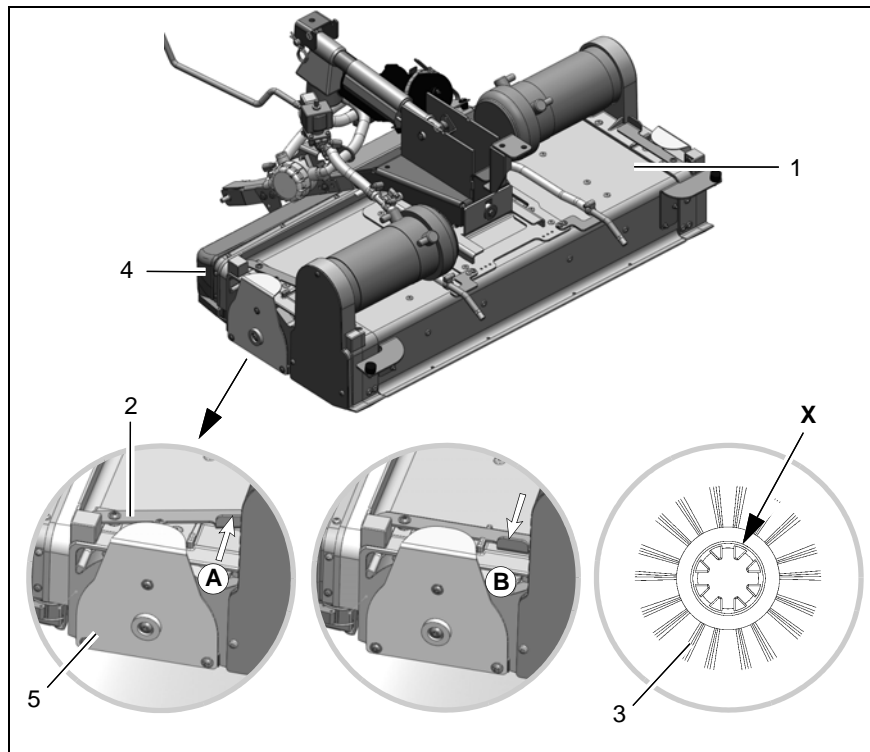

fig. 26
Sortir et vider le bac à déchets (fig. 26/5) quotidiennement ou en cas de besoin.
Contrôler toutes les semaines l'usure des brosses (fig. 26/3) dans la tête de brosses en rouleau (fig. 26/1) et les remplacer au besoin.
3. Déverrouiller le logement de brosses (fig. 26/5) : pousser le levier d'arrêt (fig. 26/2) en position **A** et enlever le logement de -brosses.
4. Retirer la brosse (fig. 26/3) et la contrôler.
2. Pousser le levier d'arrêt (fig. 26/2) en position **A** et poser le logement.
3. Verrouiller le logement (fig. 26/1) : pousser le levier d'arrêt (fig. 26/2) en position **B**.